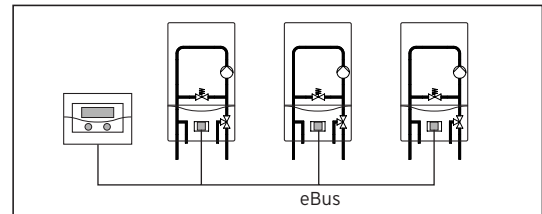

Abb. 4.1 Buskoppler anschließen
- Verbinden Sie den Buskoppler mit dem Regelgerät auroMATIC 620 bzw. calorMATIC 630 über den Busanschlussstecker, um die Kommunikation im System zu ermöglichen (Abb. 4.1).